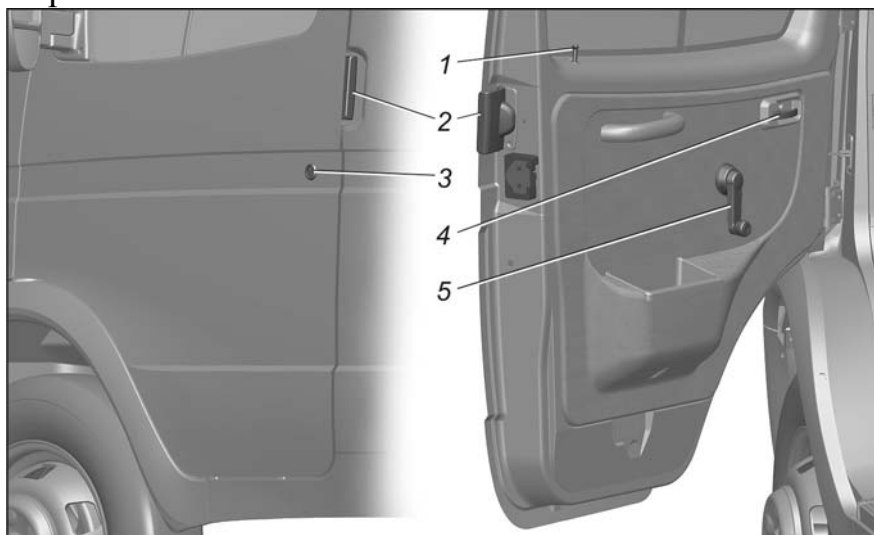

Рис. 6.1. Двери кабины:
**Двери.** Для открывания дверей кабины снаружи необходимо потянуть ручку 2 (рис. 6.1) на себя. Двери снабжены замками, запираемыми снаружи ключом, вставляемым в выключатель 3 замка.